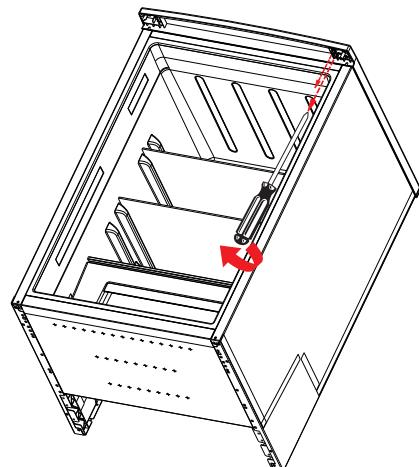

Fig. 11
- Desatornille los dos tornillos de sujeción de la bisagra superior de la puerta de la cámara frigorífica con un destornillador de estrella y extraiga la bisagra de la carcasa del frigorífico (fig. 11).